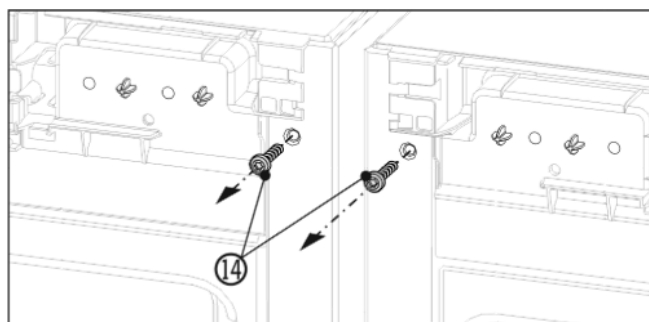

Fig. 6
- ▶ Před montáží horního úhelníku oba uzemňovací šrouby Fig. 6 (14) vyšroubujte.